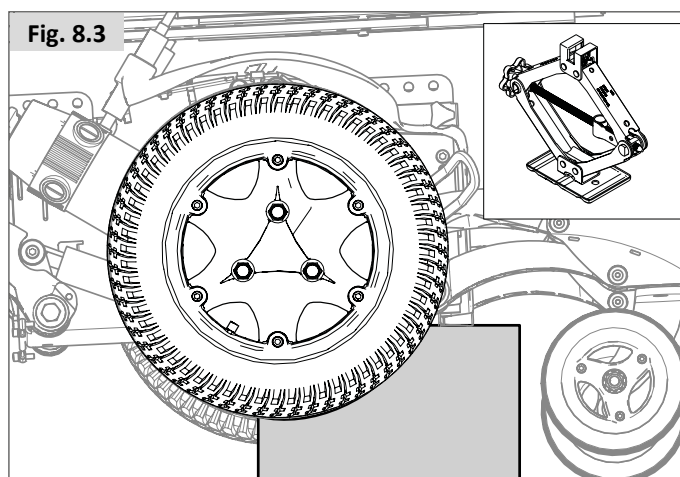

Fig. 8.4
- Togliere il tappo della valvola e lasciare uscire l'aria dallo pneumatico premendo leggermente sul perno della valvola con un cacciavite piccolo, (Fig. 8.4).